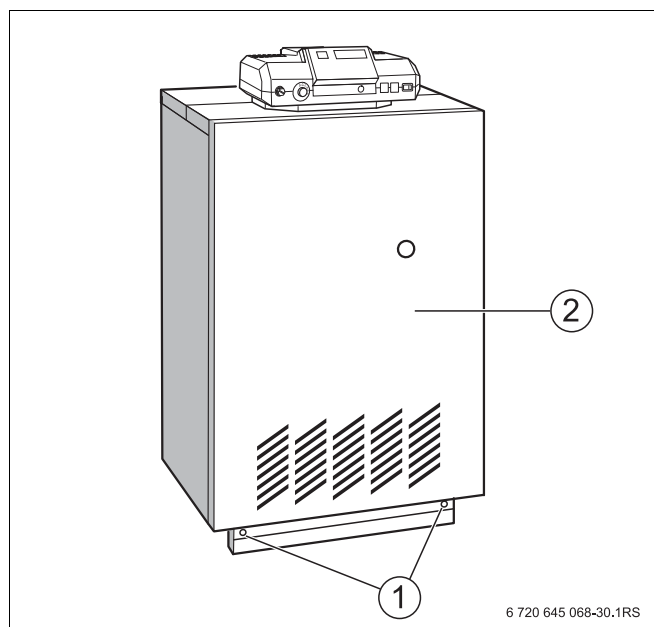

Рис. 34 Logano G234 WS, полностью смонтированный
- Подвесить переднюю стенку котла (Рис. 34, поз. 2).
- Вставить и закрутить справа и слева в боковые стенки фиксирующие винты (Рис. 34, поз. 1).